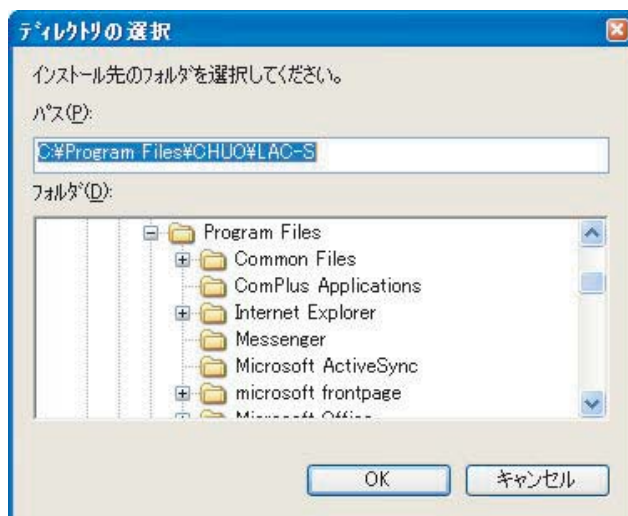

図4-1-4
- ・ 別のフォルダにインストールする場合は[参照(R)]をクリックしてください。図4-1-4が表示されます。